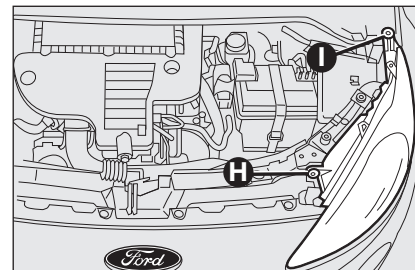

fig. 14
- ☐ ouvrir le capot du moteur et dévisser les vis de fixation **H** et **I** situées comme illustré **fig. 14** ;